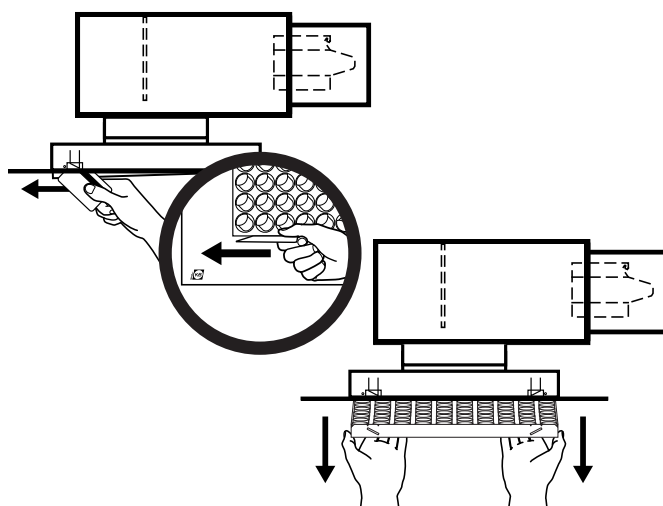

Bild 1. Öppning av donfront med snabböppningsfunktion. Fronten öppnas enkelt med ett plastort av kreditkortsstorlek.
- Donets frontplåt demonteras, se DU-instruktion för respektive luftdon för mer information. Bild 1 visar don med snabböppningsmekanism, t ex PET och DRT.
- Genom en svepande rörelse frigör clipsfjäders frontplåten, se bild 1. Fäll försiktigt ner donets front. fronten kan fällas ner, alternativt lyftas av helt.